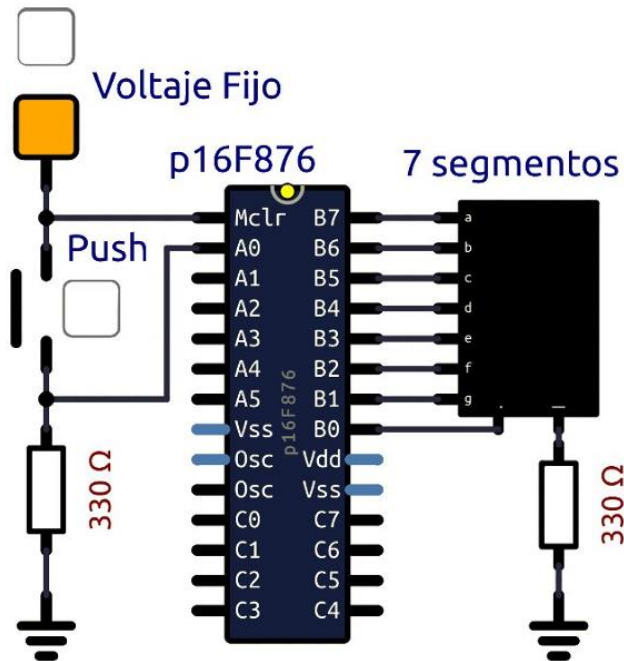

Figura 1. Circuito esquemático en SimulIDE
3. Elabora en SimulIDE el circuito mostrado en la Figura 1.